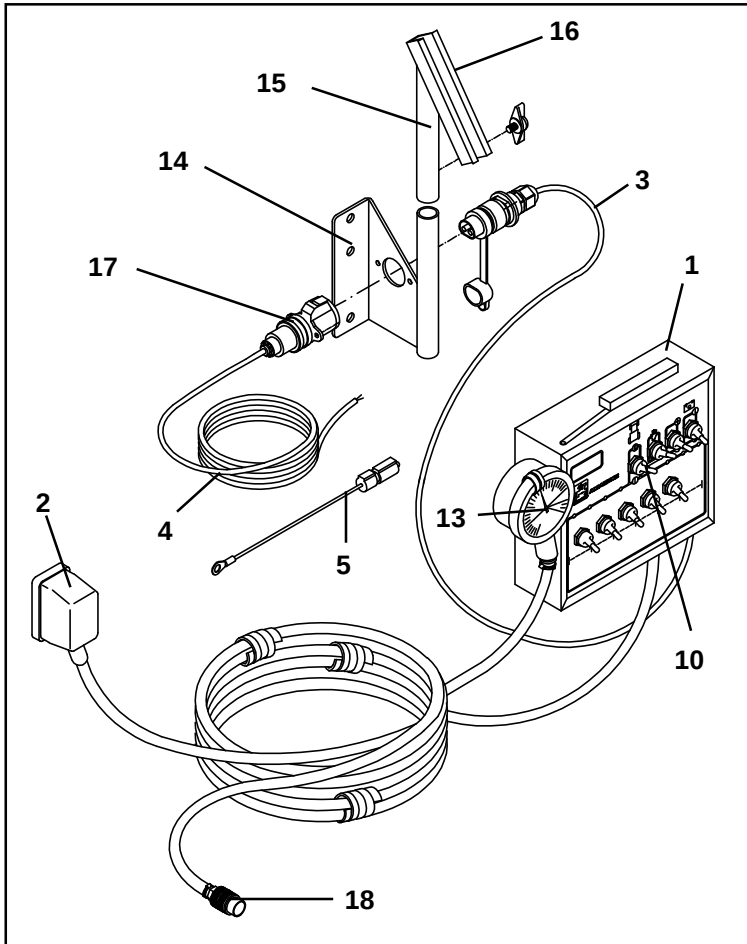

Fig. 8.4
La console (fig. 8.4/14) se monte à l'intérieur de la cabine du tracteur. Elle sert de support au pupitre (fig. 8.4/15) et à la barrette (fig. 8.4/16) de fixation et à fixer le câble de connection à la batterie (fig. 8.4/4). La console doit être montée de manière à ce que le boîtier de télécommande soit à portée visuelle et manuelle du conducteur du tracteur.
Raccordez le câble de batterie (fig. 8.4/4) directement à la batterie du tracteur (12 V) et mettez le en place.
- Connectez le raccord électrique (fig. 8.4/5) avec fusible (16A) au fil marron et avec le pôle "Plus" de la batterie du tracteur.
- Fixez la prise 3-broches (fig. 8.4/17) à la console (fig. 8.4/14).